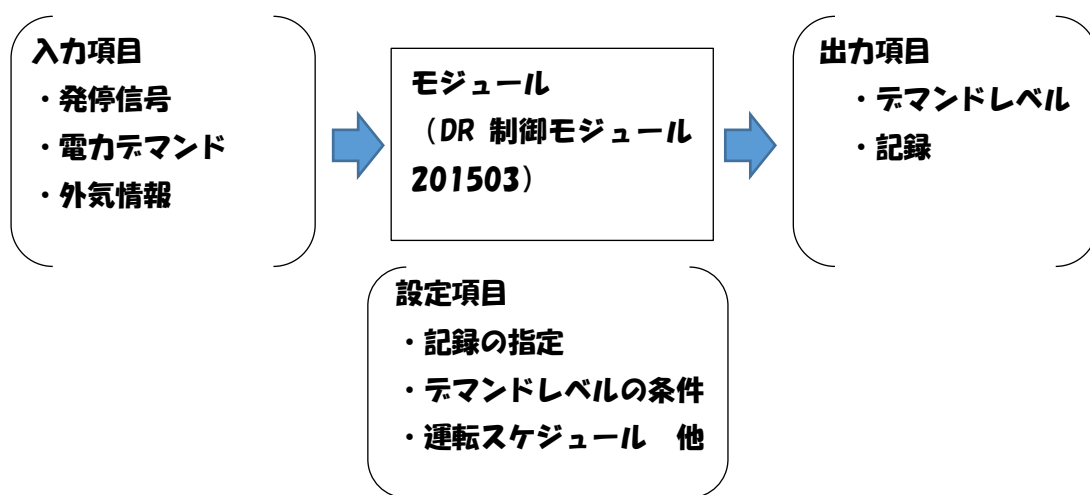

図1 モジュールの設定項目・入力項目・出力項目
- ① 境界条件のデータファイルから気象データを取り込む場合
(4) スペックの入力項目 (図 1 における設定項目)
(5) シーケンス接続 (図 1 における入力項目、出力項目)